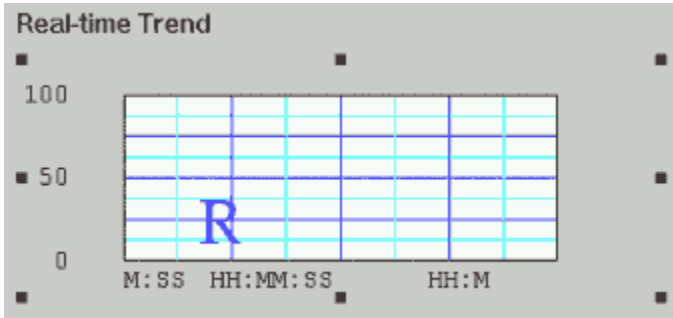

Рис.71. Объект "тренд реального времени".
- отпустить кнопку мыши, что вызовет появление тренда реального времени в окне (рис. 71).